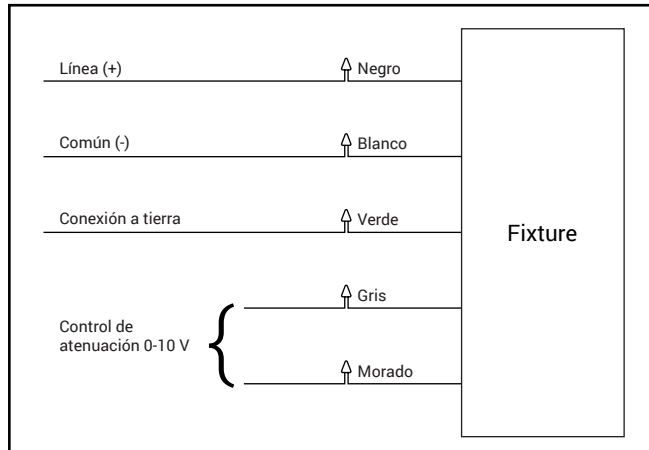
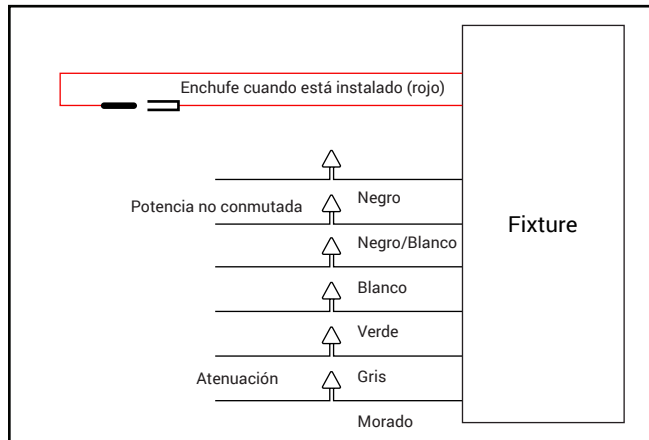

Figura 4.
Figura 5.
6. Realice las conexiones de los cables según la Figura 4. Si la luminaria está equipada con un sistema de batería de reserva, utilice la Figura 5.
4. Realice las conexiones de los cables según la Figura 4 o 5.
4. Realice las conexiones de los cables según la Figura 4.